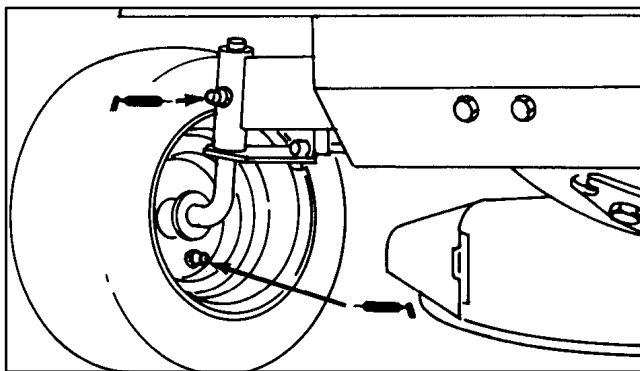

Figure 11
1. Essuyer (4) les graisseurs sur les fuseaux et les roues (Fig. 11), à l'aide d'un chiffon propre. Gratter la peinture qui pourrait se trouver à l'avant des graisseurs.
2. Graisser les deux fuseaux des essieux avec de la graisse universelle No. 2 (Fig. 11). Continuer à ajouter de la graisse à l'aide du pistolet graisseur, jusqu'à ce qu'elle déborde du fuseau. Essuyer tout excès de graisse.
3. Graisser les deux roues avant avec de la graisse universelle No. 2 (Fig. 11). Continuer à ajouter de la graisse à l'aide du pistolet graisseur, jusqu'à ce qu'elle déborde. Essuyer toute graisse qui aura coulé.